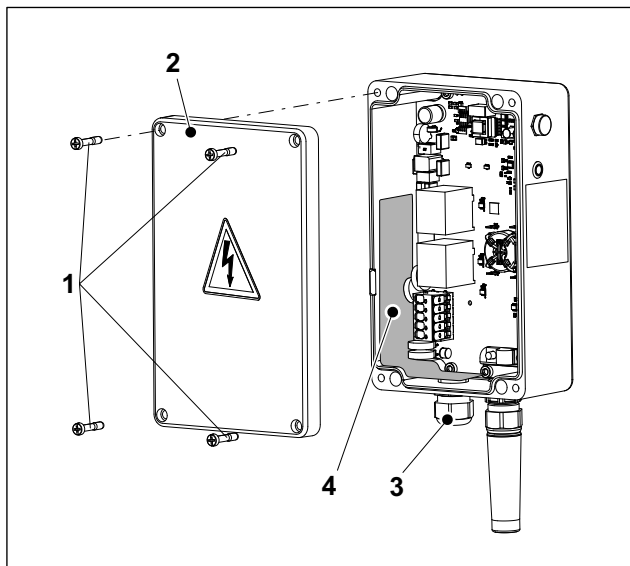

Fig. 4 Wallbox basicEVO, boîtier électronique ouvert
1. Dévisser les quatre vis (fig. 4/1) puis retirer le couvercle du boîtier électronique (fig. 4/2).
2. Visser le passe-câbles à vis ESKV25 (jeu de pièces détachées) et le joint correspondant EA-DR25 (jeu de pièces détachées) sur le boîtier électronique (fig. 4/3) et le serrer (environ 8 Nm).
5. Tenir compte des instructions de l'autocollant (fig. 4/4) puis perforer l'autocollant au niveau de l'entrée de câbles.
9. Poser le couvercle du boîtier électronique (fig. 4/2) et serrer les quatre vis (2,5 Nm).